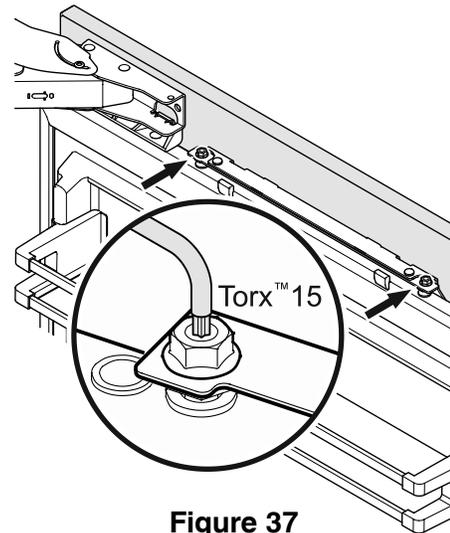

Figure 37
5. Au besoin, aligner le panneau dans sa position verticale. Desserrer les écrous hexagonaux et tourner les boulons d'ajustement (**Figure 37**).